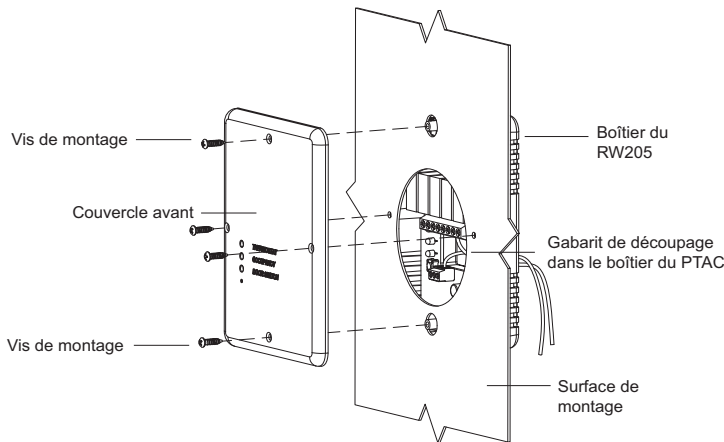

Fig. 2. Installation en sandwich
- Montage derrière un coupe-circuit dans un mur de PTAC. La plaque arrière du RW205 comprend des protubérances à vis capables de supporter la partie se trouvant à l'arrière du coupe-circuit dans le boîtier du PTAC. Voir figure 2 ci-dessous. Un modèle de découpage pour ce type de montage est compris dans l'emballage du RW205.
7. Remettez en place le couvercle avant du RW205. Si vous l'installez derrière un découpage mural PTAC, voir la configuration à la Fig. 2.